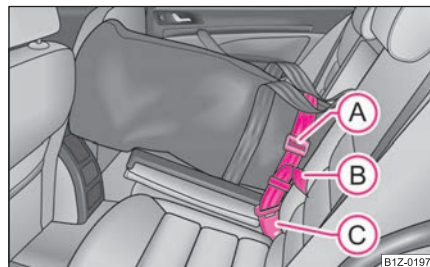

Fig. 115 Siguranța
- Introduceți centura de asigurare a sacului (A) în elementul de prindere al centurii de siguranță din mijloc spate (C) ⇒ fig. 115.
- Trageți de capătul liber al centurii de siguranță (B).